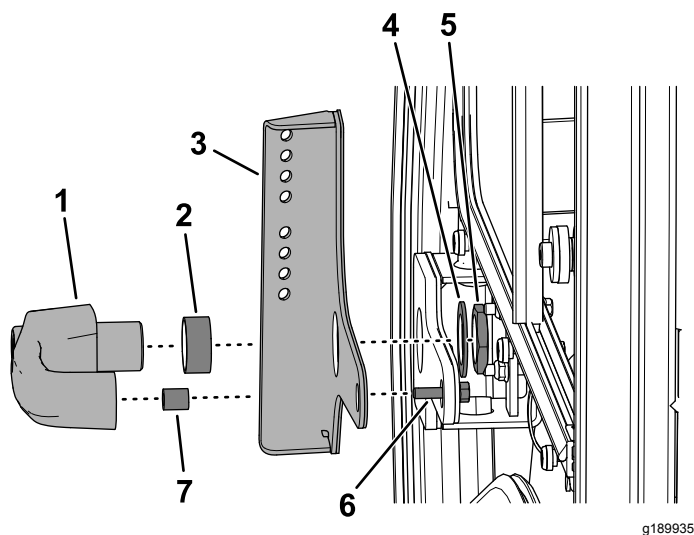

Рисунок 4
5. Установите дверную ручку при помощи приклеенного крепления зеркала и снятых ранее крепежной гайки, шайбы, болта с фланцевой головкой (6 x 25 мм) и 2 проставок (Рисунок 4).